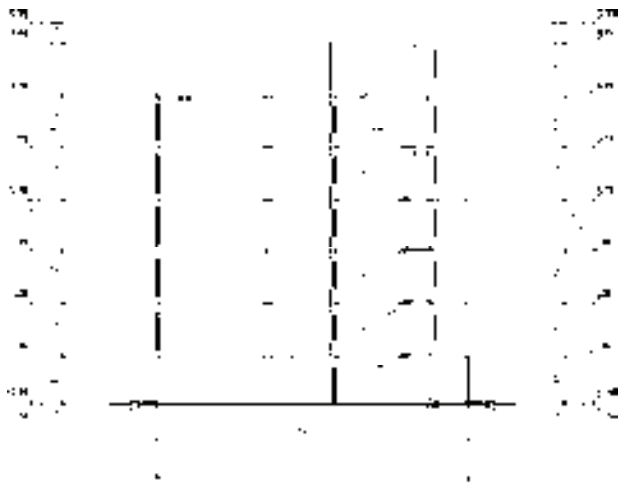

图 14-152 生成剖面图
3) 单击“生成剖面”按钮,在弹出的“输入要生成的文件”对话框中设置剖面图的名称和保存路径,单击“保存”按钮可生成剖面图,结果如图 14-152 所示。